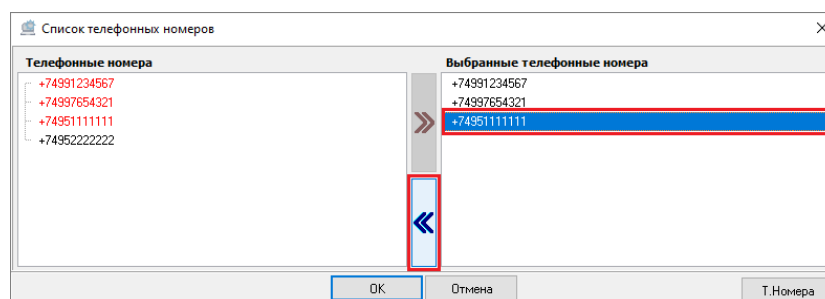

Рисунок 6-178 Отмена привязки телефонного номера к абоненту кнопкой переноса
- в окне «Список телефонных номеров» в поле «Выбранные телефонные номера» выделите один или несколько телефонных номеров (для выделения сразу нескольких номеров нажмите и удерживайте на клавиатуре клавишу <Shift> для выбора диапазона или клавишу <Ctrl> для комбинированного выбора) и нажмите кнопку переноса  (см. Рисунок 6-178);